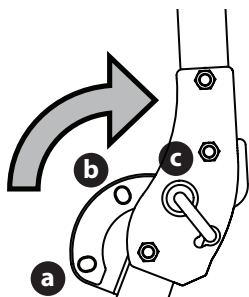

Figure 5
2. Lorsque les deux goupilles de verrouillage sont bloquées en position de RÉGLAGE, soulevez et tournez lentement la SPCR de la position TRANSPORT (a), au-delà de la position TRANSPORT AVEC DISPOSITIF D'ENSACHAGE (b) et jusqu'à la position FONCTIONNEMENT (c) (Figure 5).